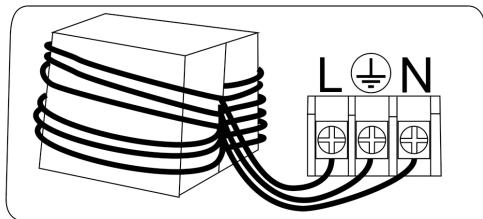

Fig. 5
- Si se instala el aparato con el cable empotrado en la pared, primero saque el tornillo (8) (Fig. 2) de la tapa inferior del aparato (5) y después desinstale el cable original de dentro del aparato. El cable empotrado a la pared se tiene que insertar dentro del aparato y conectar, dando 4 vueltas en la ferrita, a la toma el cable L (marrón), N (azul) y tierra (amarillo – verde) al terminal según Fig. 5. Después se puede cerrar la tapa inferior del aparato (5).